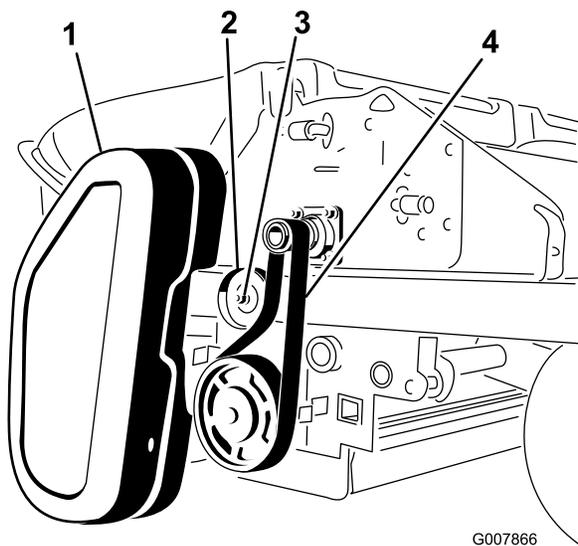

Рисунок 60
1. Снимите кожух ремня (Рисунок 60).
2. Ослабьте гайку на натяжном шкиве (Рисунок 60).
3. Снимите ремень со шкивов измельчителя и щетки (Рисунок 60).